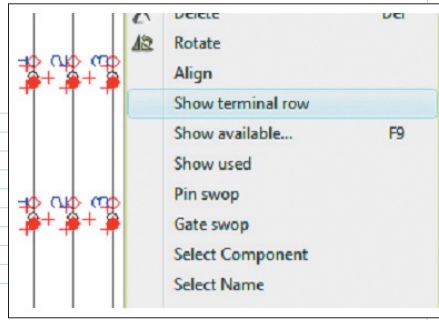

Рис. 9. Вызов окна просмотра линейки клемм из меню, всплывающего по нажатию правой клавиши мыши
**2** Выберите её и нажмите правую клавишу мыши. Во всплывающем меню (рис. 9) выберите пункт показа линейки клемм (*Show terminal row*).